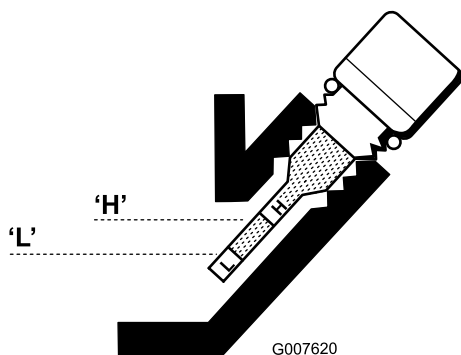

Figure 30
6. Si le niveau est trop bas, ajoutez juste assez d'huile pour le faire monter entre les repères « H » et « L » sur la jauge (Figure 30). Vérifiez le niveau d'huile.